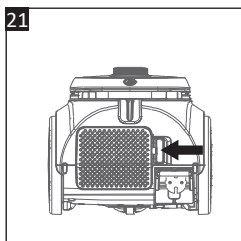

Рис. 21
- На задней части пылесоса нажмите на язычок крышки выпускного воздушного отверстия (24) влево, чтобы разблокировать ее, и снимите ее (Рис. 21).